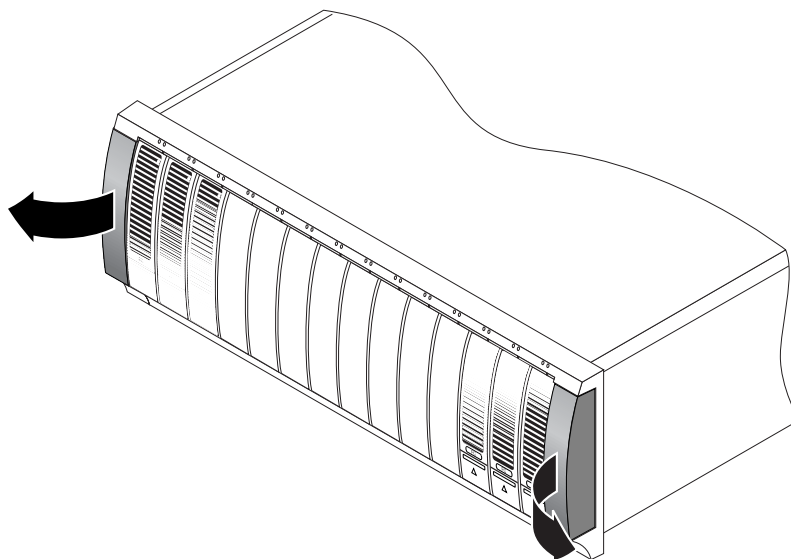

図 2-8 格納装置の両端のふたの取り外し
1. 格納装置の左右両端のふたを開けて取り外し、取り付け用のねじ穴を取り扱えるようにします (図 2-8)。